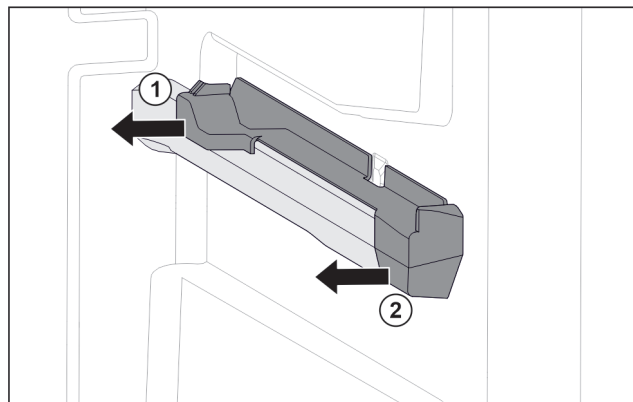

Fig. 127 Nasazovací díl na pravém žebrování na nádoby
- Stáhněte nasazovací díl vzadu na stranu. Fig. 127 (1)
- Stáhněte nasazovací díl vpředu na stranu. Fig. 127 (2)